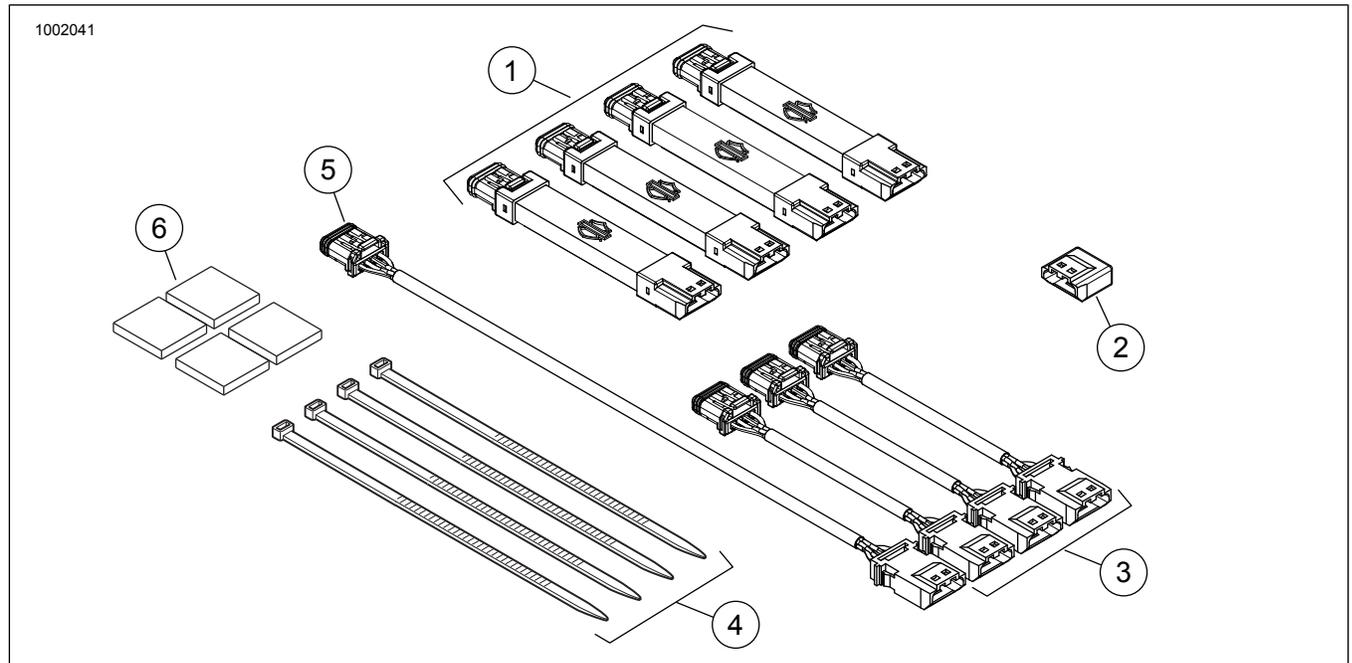

Figure 2. Pièces de rechange, kits de modules d'éclairage Spectra Glo
Voir la Figure 2. et Tableau 1.
2. Voir la Figure 2. Assembler (installation à sec) les modules d'éclairage (1) et les faisceaux (3 et 5) selon la configuration désirée.